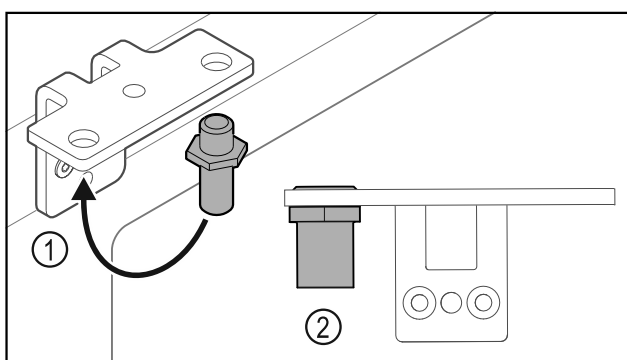

Fig. 34
- Přesaďte čep Fig. 34 (1) v úhelníku závěsu.
- Utáhněte čep Fig. 34 (2) **utahovacím momentem 12 Nm**.